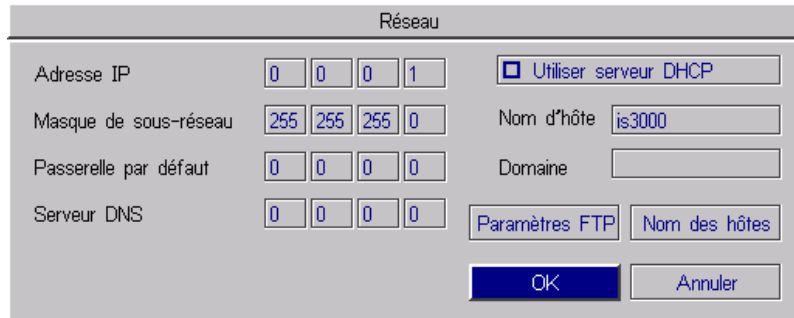

Figure 10. Boîte de dialogue Réseau In-Sight
- Sélectionnez Réseau pour ouvrir la boîte de dialogue Réseau (figure 10).